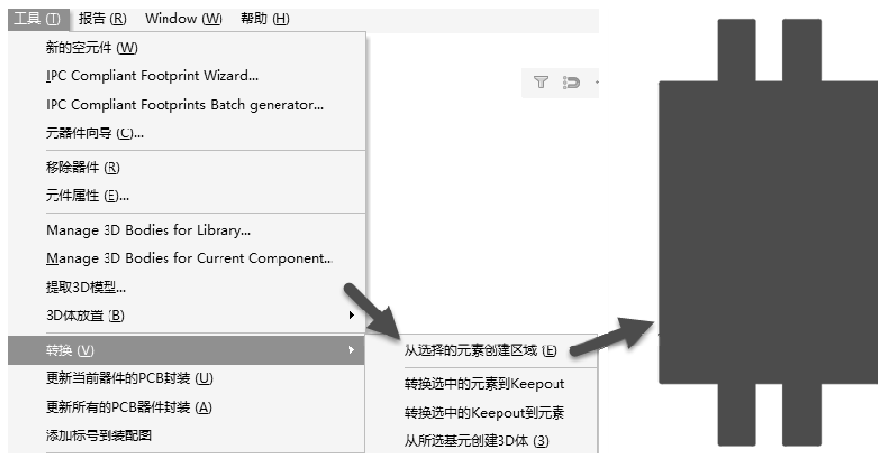

图 3-60 创建区域
(2) 然后选中轮廓, 执行菜单栏中“工具”→“转换”→“从选择的元素创建区域”命令, 如图 3-60 所示, 或按快捷键 T+V+E。